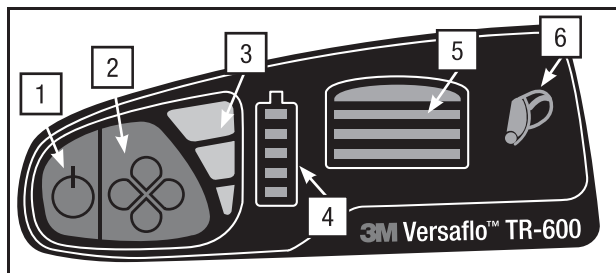

Fig. 13 Interface utilisateur du souffleur à moteur
- Insérer le filtre ou la cartouche dans le protège-filtre et s'assurer d'enclencher les languettes de verrouillage inférieures en place (Fig. 4-4). L'étiquette du filtre ou de la cartouche doit être visible à travers la fenêtre de visualisation du protège-filtre (Fig. 13).